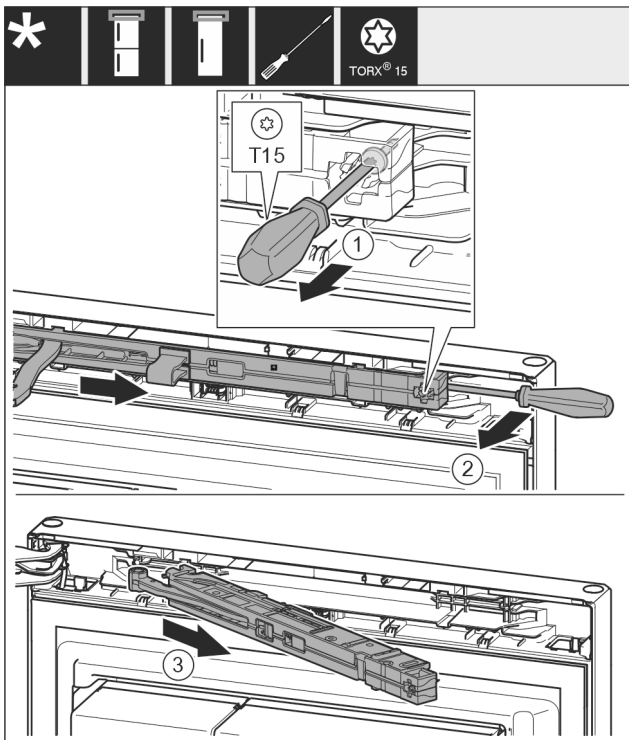

Fig. 10
- Desserrer la vis Fig. 10 (1) de l'unité d'amortissement de fermeture au moyen d'un tournevis 14 mm (9/16 in).
- Décrocher l'unité d'amortissement de fermeture Fig. 10 (2) côté poignée vers l'avant avec un tournevis.
- Retirer l'unité d'amortissement de fermeture Fig. 10 (3).